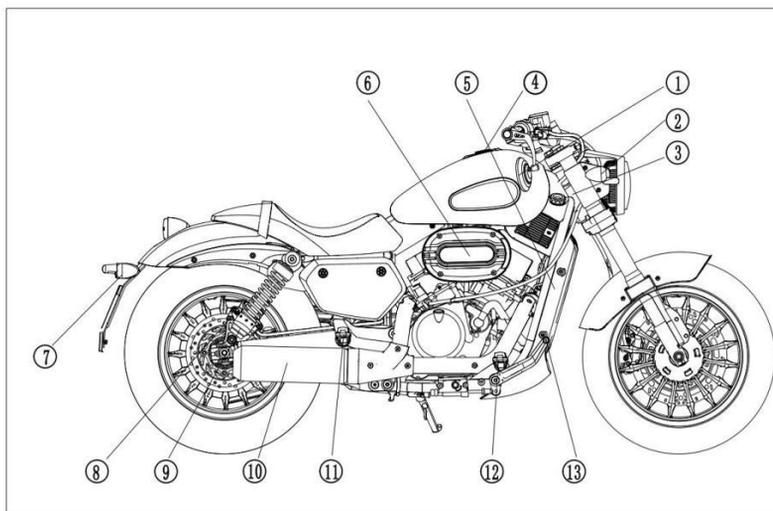

Рисунок 2
2. (Рис. 2)
- ① Зеркало заднего вида, правое
- ② Указатель поворота, передний правый
- ③ VIN
- ④ Крышка топливного бака
- ⑤ Заводская табличка
- ⑥ Воздушный фильтр
- ⑦ Указатель поворота, задний правый
- ⑧ Суппорт тормоза заднего колеса
- ⑨ Задняя подвеска
- ⑩ Глушитель